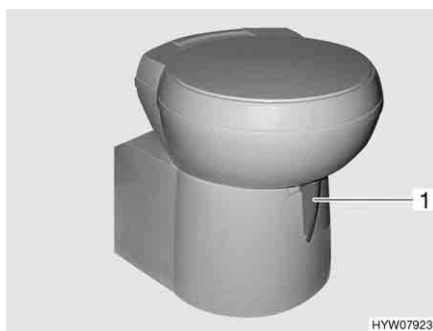

Fig. 165 Tazza del WC Thetford, orientabile
- Prima di tirare l'acqua, aprire il cursore della toilette Thetford. A tal fine girare la leva del cursore (Fig. 165,1) in senso antiorario.
- Girare la leva del cursore (Fig. 165,1) in senso orario. Il cursore viene chiuso. Per svuotare il cursore **deve** essere chiuso nella toilette Thetford.